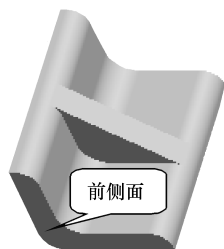

图 7-58 完成中间轮廓筋特征
(11) 拖动鼠标中键从各个方向对模型进行几何预览, 符合设计要求后, 单击控制区的【应用】按钮, 完成中间轮廓筋特征, 如图 7-58 所示。